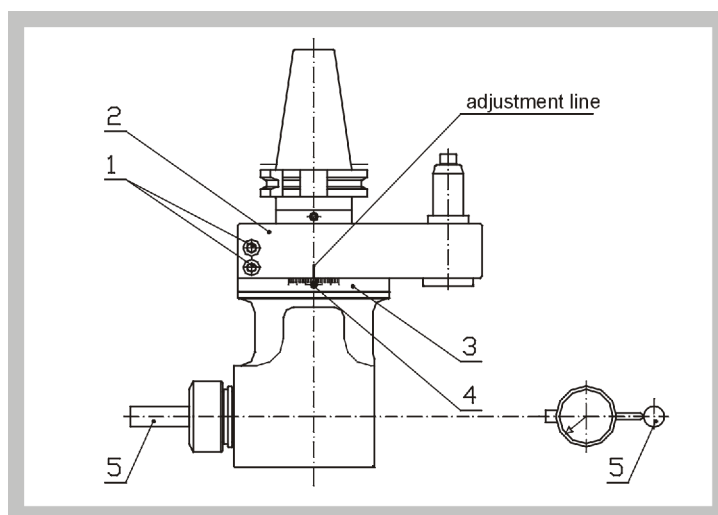

Bild 18
6.1 Einstellen der Winkelstellung des Kopfkörpers – Modelle FXM (Bild 18)